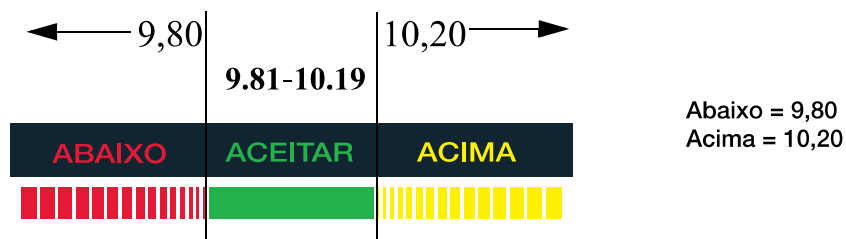

Figura 5-2. Exemplo de banda Aceitar determinada pelas definições Acima/Abaixo no modo Escala
- A banda *Aceitar* é definida como o intervalo entre as definições *acima* e *abaixo*. Veja Figura 5-2 para um exemplo.